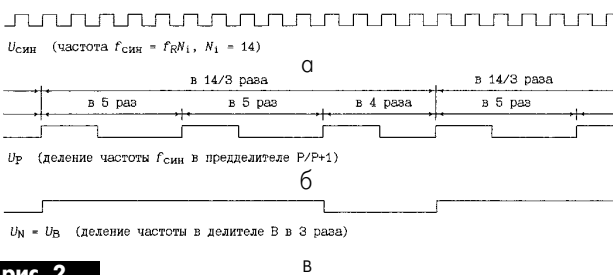

рис. 2
казанном на рис.2, при использовании делителей с коэффициентами P = 4; A = 2 и B = 3. В соответствии с формулой (2), ее второй частью, которую можно рассматривать как алгоритм деления частоты, частота следования импульсов двух групп по 5 импульсов в каждой (A групп по P+1 импульсов) делится в предделителе на 5 (P+1), рис.2,а,б. Затем частота импульсов третьей группы (одной группы, так как B-A = 1), содержащей 4 импульса (P) делится на 4 (P). Переключение коэффициента деления производится делителем A, подсчитавшим два импульса с выхода предделителя (число подсчитываемых импульсов определяется коэффициентом A). Выходные импульсы предделителя P/(P+1) показаны на рис.2,б. Их средняя частота следования в 14/3 раза меньше частоты следования входных импульсов. Импульсы с выхода предделителя поступают на делитель B, в котором частота их следования делится на 3 (B), рис.2,в. В конечном счете, вместо 14 импульсов, поступивших на вход "Integer-N", на его выходе, являющимся выходом делителя B, будет один импульс. Описанный процесс периодически повторяется. В результате в рассматриваемом делителе будет непрерывное деление частоты на 14.